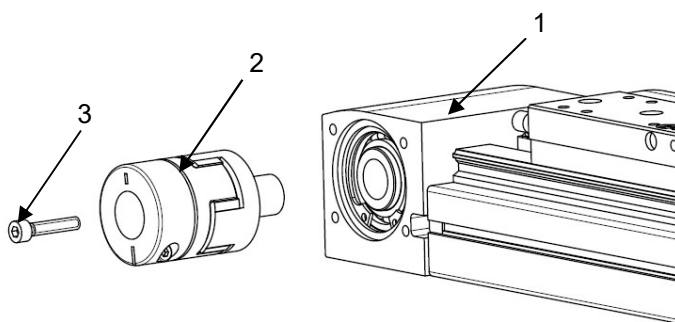

Рисунок 3 – Установка муфты на модуль
- 1) Установите муфту (поз. 2) в шкив модуля с необходимой стороны (поз. 1) (см. рисунок 3). Закрепить муфту с помощью винта (поз. 3).